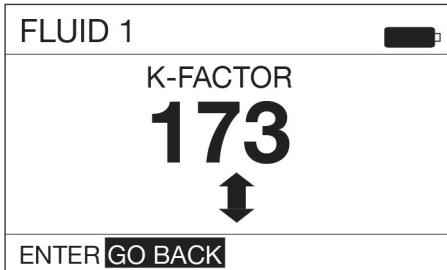

FIG. 64
3. Aparecerá la pantalla de ajuste del factor K que se muestra en la Fig. 64.